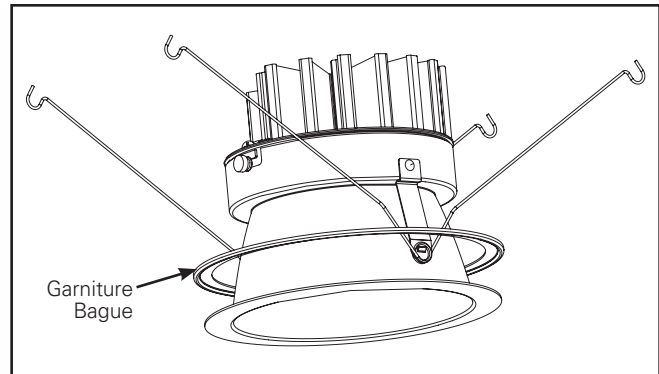

Figure 9.
- La bague de garniture (en option) doit être placée entre le plafond et la garniture inférieure (Figure 9.).